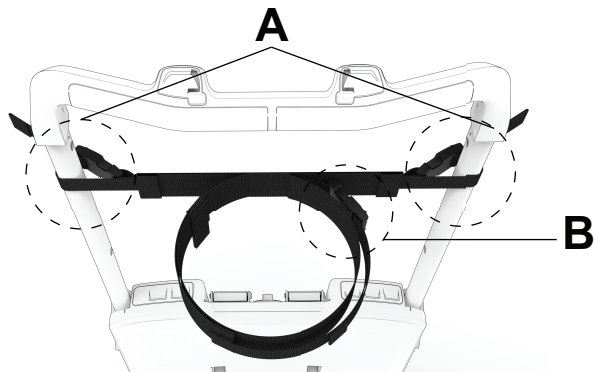

Figura 30 – Închideți cataramele cu eliberare laterală
1. Înfășurați curelele în jurul barei de prindere și închideți cataramele cu eliberare laterală (A) (Figura 30).
5. Înfășurați curelele în jurul capului pacientului și închideți catarama cu eliberare laterală (B) (Figura 30).